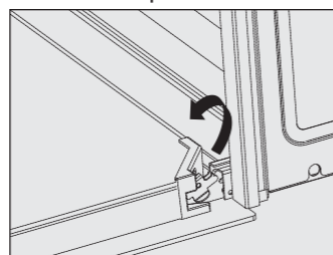

рис.2
- Отпустите фиксаторы на петлях, поворачивая их вверх до упора, пока они не будут под углом.(рис.2)